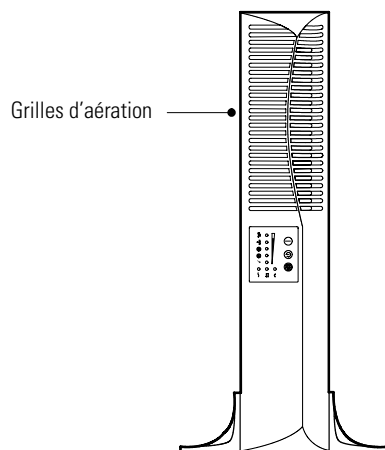

Figure 7. Unité de l'onduleur avec supports
4. Redressez prudemment l'unité (voir Figure 7). Les grilles d'aération doivent être placées vers le haut.